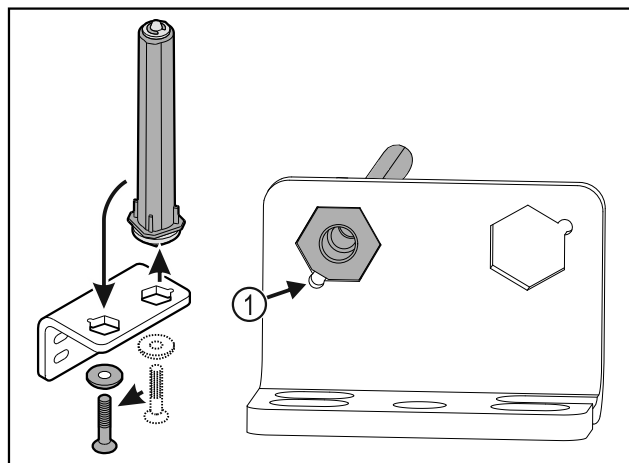

Fig. 29
- ▶ Ügyeljen arra, hogy felhelyezéskor a csapszeg élettérése Fig. 29 (1) a kerek furat felé mutasson.